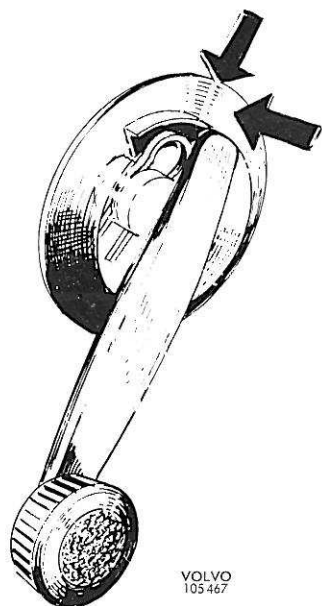

Figure 12. Dépose du lève-glace, modèle récent
la direction de la poignée de la manivelle (figure 12). Ceci permet de libérer le jonc de verrouillage et de déposer la manivelle.
1. Déposer la manivelle de lève-glace en pressant la plaque enjoliveuse sur la garniture de porte tout en la poussant dans la direction de la poignée de la manivelle (figure 12). On déloge de cette façon le jonc de verrouillage et peut ensuite déposer la manivelle.